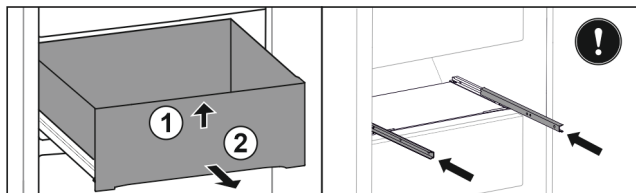

Fig. 37
- ▶ Поднимите выдвижной ящик спереди Fig. 37 (1).
- ▶ Извлеките движением вперед Fig. 37 (2).